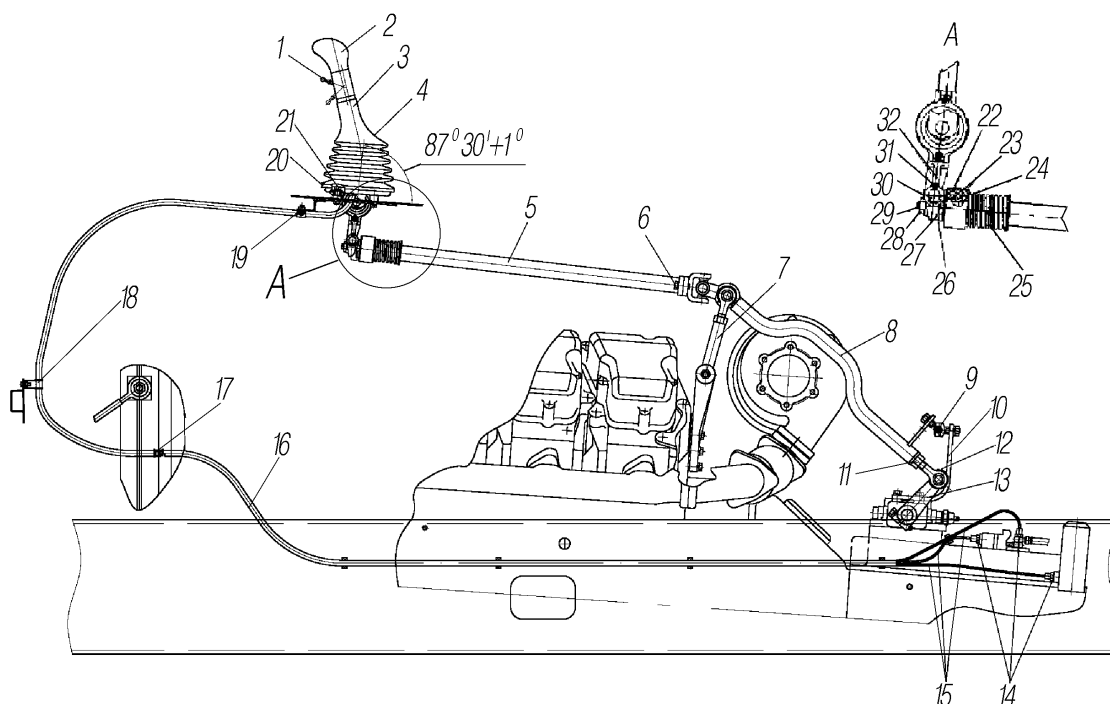

Рис. 22. Управление коробкой передач:
- регулировка положения рычага 3 (рис. 22) переключения передач;